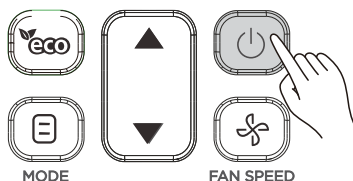

Abbildung 3.3
1) Drücken Sie  (siehe Abbildung 3.3) und die Fernbedienung zeigt das Symbol  auf ihrer Anzeige. Innengerät nimmt Betrieb auf